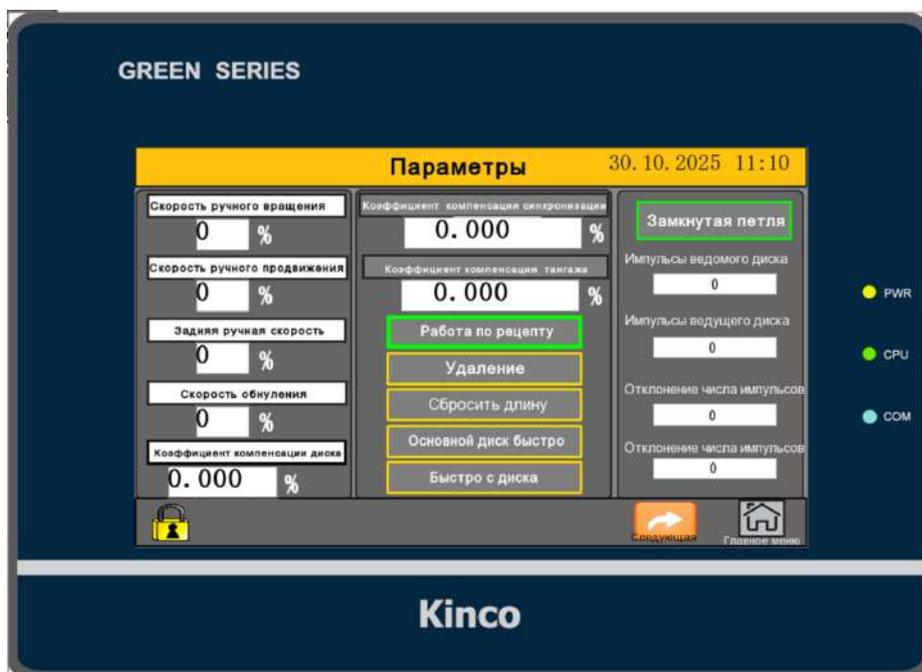

Рис. 14. Меню параметров
- в меню параметров убедитесь, что кнопка [Работа без рецепта/Работа по рецепту] находится в режиме [Работа по рецепту] (рис.14);
- установить крышку и закрутить болты крепления крышки (рис.14).